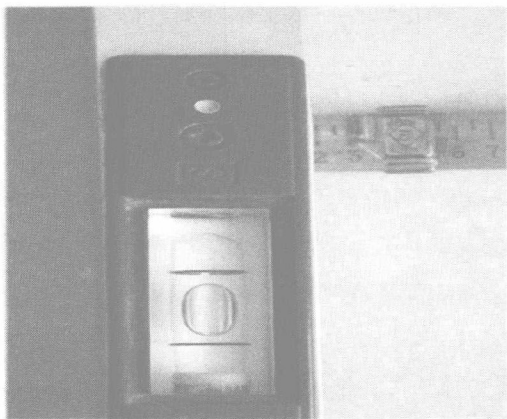

图 1-6 表面平整度符合规范要求
4) 地面面层铺设后, 在养护期间内禁止上人活动, 做好成品保护工作。参见图 1-6。